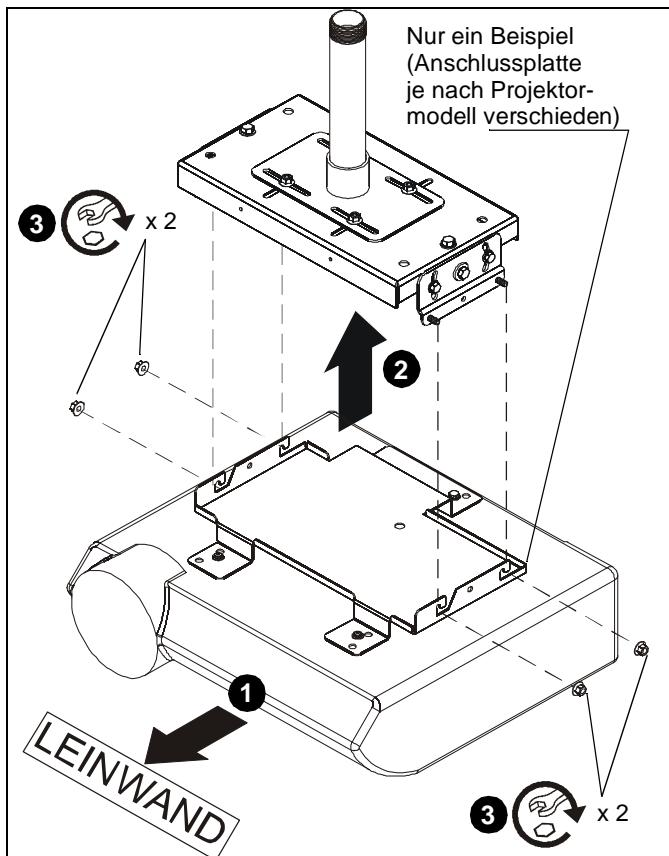

Abb. 3
1. Richten Sie den Projektor mit der daran befestigten Anschlussplatte so aus, dass er sich im rechten Winkel zur Leinwand befindet. (Siehe Abb. 3)
2. Heben Sie den Projektor und befestigen Sie ihn an den vier Stiften, die außen aus dem VCM-Gehäuse ragen. (Siehe Abb. 3)
3. Ziehen Sie die vier 5/16"-Flanschmuttern fest. (Siehe Abb. 3)